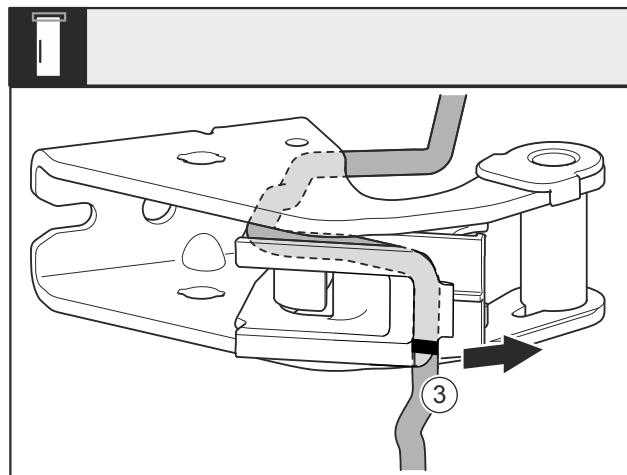

Fig. 27
- ▶ Desmonte el cable con el portacables Fig. 27 (3) del soporte del cojinete.